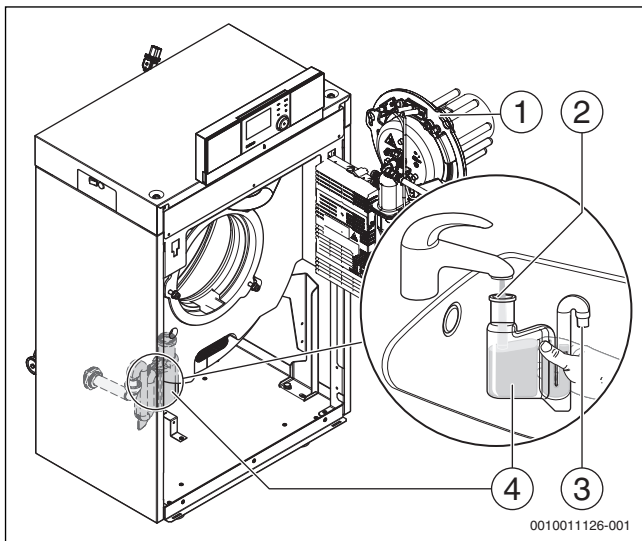

Bild 95 Siphon reinigen
- ▶ Vor Brennermontage den richtigen Sitz des O-Rings (→ Bild 95, [4], Seite 54) überprüfen und gegebenenfalls korrigieren.